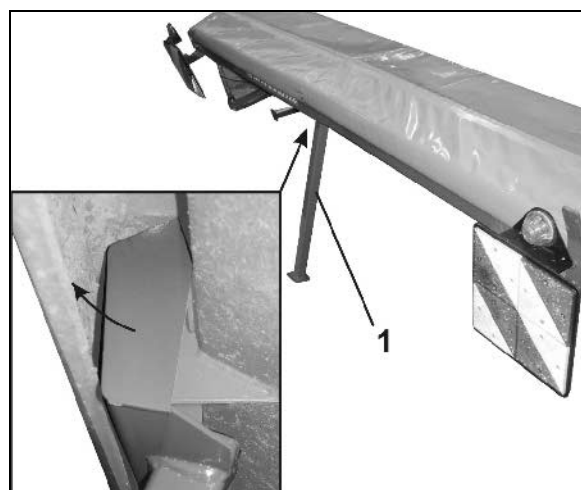

Fig. 14
6. Løft **C-Drill** ved hjælp af løftegrej, og sænk den ned på en jævn flade, så støttebenet (Fig. 14/1) kan monteres.
Positionér støttebenet bag den forreste beholdervæg, og træk det fremad (Fig. 14).